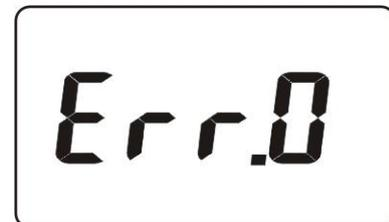

Fig. 3
3. Nos casos em que, durante o processo de calibração, é aberto o toroide dentro da indicação “CAL3” da contagem decrescente, é apresentado no display o ecrã da Fig. 3. Quando o toroide é fechado o processo de calibração reinicia automaticamente.